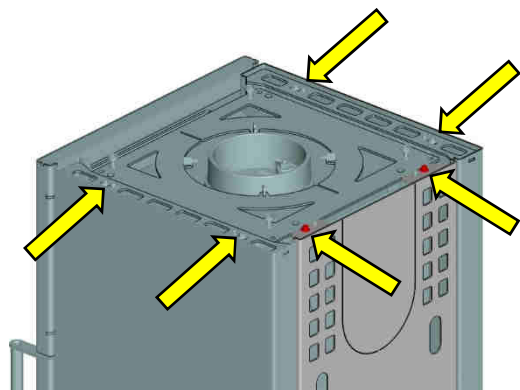

Abb. 18: Rückwand und Seitenteile entfernen
3. Die beiden Schrauben an der Rückwand und an den Seitenteilen (Abb. 18) herausschrauben. Rückwand bzw. Seitenteile anheben und nach oben entnehmen.
- Rückwand (Abb. 18) und Seitenteile wieder montieren.